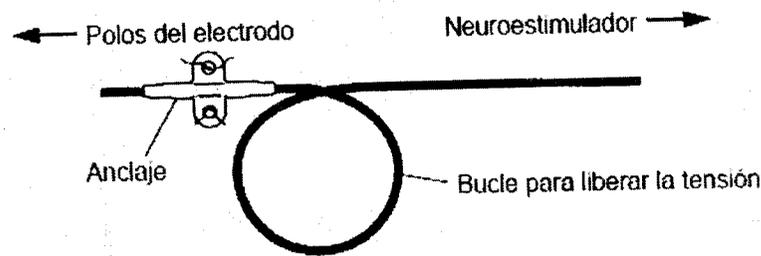

Figura 4. Bucle para liberar la tensión creado con el cuerpo del electrodo.
11. Mientras mantiene la posición del electrodo, cree un bucle para liberar la tensión con el cuerpo del electrodo cerca del anclaje fijado (Figura 4).